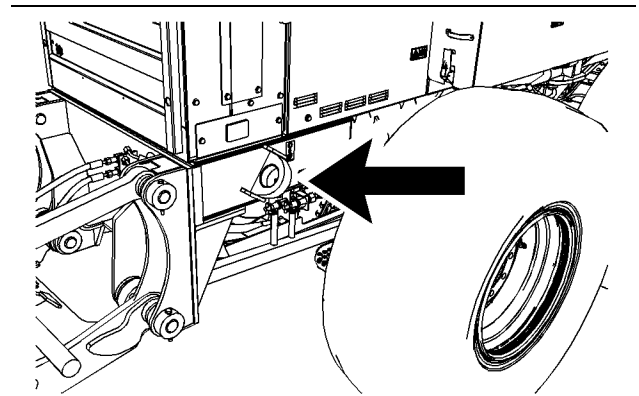

Ilustración 96
**8.** Instale cuatro cadenas de amarre en la parte trasera de la máquina. Hay un cáncamo de amarre en cada lado de la parte trasera de la máquina. Los cáncamos de amarre están identificados con una etiqueta que muestra una posición de amarre. Consulte la ilustración 96 .